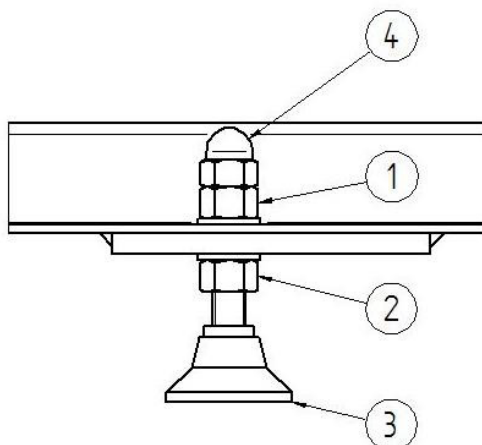

Рис. 9 – Монтаж без фундамента (схематическая диаграмма)
2. Установите регулировочные ножки, как показано на рис. 9.